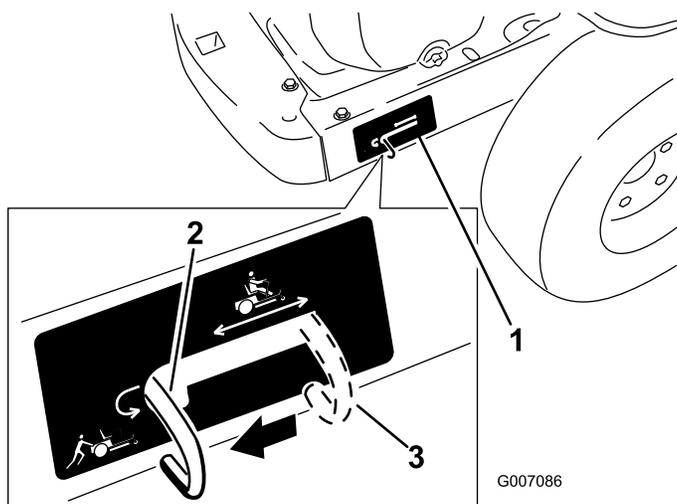

Figure 19
4. Déplacez les leviers de dérivation en arrière, puis abaissez-les pour les bloquer en place comme illustré à la Figure 19 et désengager les moteurs de roues. Répétez cette procédure de chaque côté de la machine.
5. Mettez les leviers de commande de déplacement (O) en position de verrouillage au point mort.
Levez les leviers de dérivation et poussez-les en avant jusqu'au **centre** de la fente horizontale (Figure 19) pour engager les moteurs de roues.